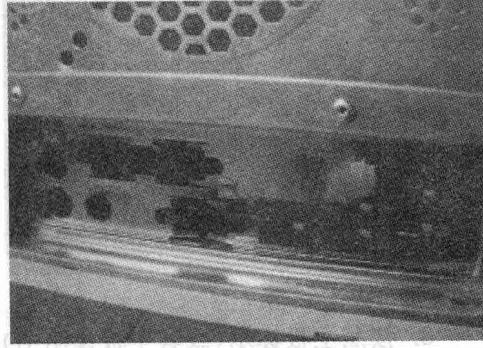

图 2-14
2. 用螺丝刀和钳子将机箱后的 I/O 接口的挡片撬开,如图 2-14 所示。